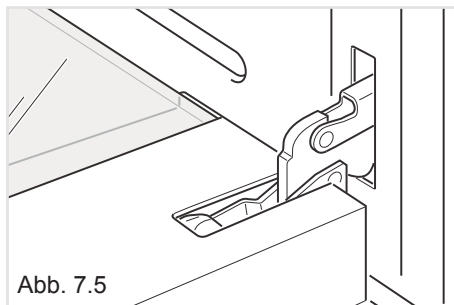

Abb. 7.5
- Die Tür ganz öffnen (Abb. 7.5).